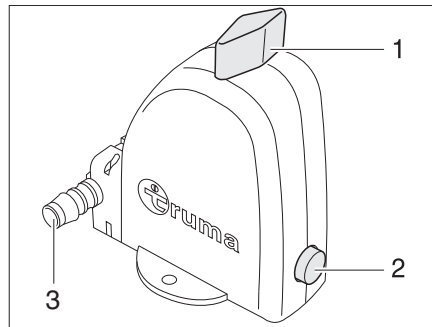

Bild 342 Sicherheits-/Ablassventil des Boilers - Stellung Betrieb
Der Boiler ist mit einem Sicherheits-/Ablassventil (Bild 342) ausgestattet. Das Sicherheits-/Ablassventil verhindert, dass das Wasser im Boiler einfriert, wenn bei Frost die Heizung nicht eingeschaltet ist.
- ▷ Der Entleerungsstutzen (Bild 342,3) des Sicherheits-/Ablassventils muss immer frei von Verschmutzungen (z. B. Laub, Eis) sein.
- Drehknopf (Bild 342,1) 90° längs zum Sicherheits-/Ablassventil drehen. Der Druckknopf (Bild 342,2) springt heraus. Der Boiler wird über den Entleerungsstutzen (Bild 342,3) des Sicherheits-/Ablassventils nach außen entleert.
- Drehknopf (Bild 342,1) 90° quer zum Sicherheits-/Ablassventil drehen.
- Druckknopf (Bild 342,2) eindrücken.